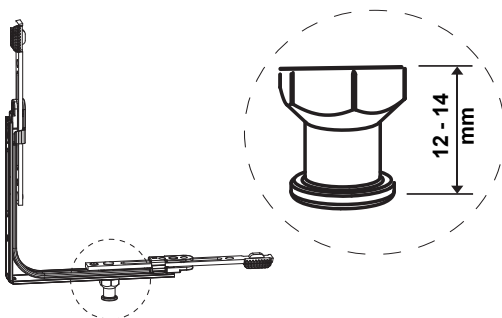

Abb. 13
- Bei Balkonfenstern unbedingt die untere Eckumlenkung mit einem langen Bolzen verwenden. (Abb. 13)
- SST-Riegelteil an der richtigen Stelle an der Schwelle anpassen. Das Riegelteil ermöglicht den Einsatz von Bolzen mit max. Durchmesser bis  $\varnothing 12$  mm. Die Fräsungen wie in der Zeichnung dargestellt vorzunehmen. (Abb. 13)